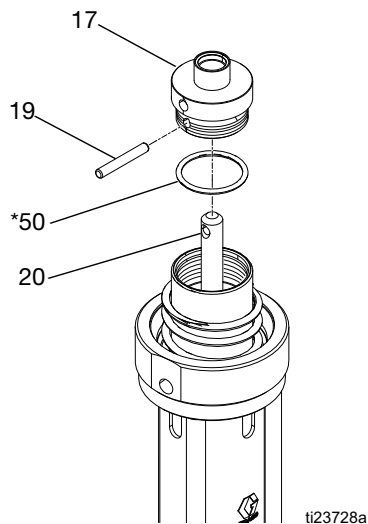

Рис. 14
6. Извлеките установочный штифт (19) и снимите головку поршня (17) с передаточного вала (20). Снимите уплотнительное кольцо (50*) с крышки поршня. Осмотрите все детали на наличие повреждений. См. Рис. 14.